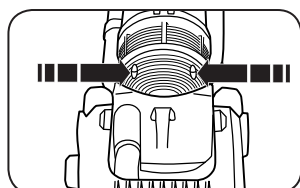

Fig. 6
2. Retire los dos tornillos de la lente de la luz delantera (Fig. 6).